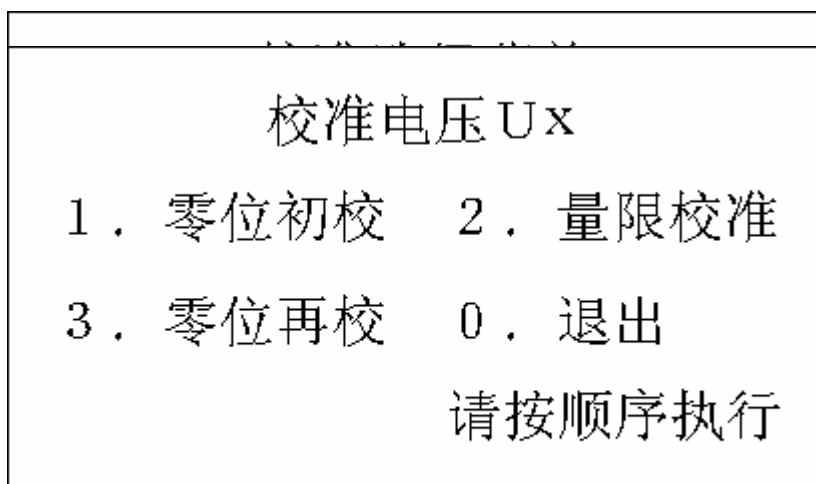
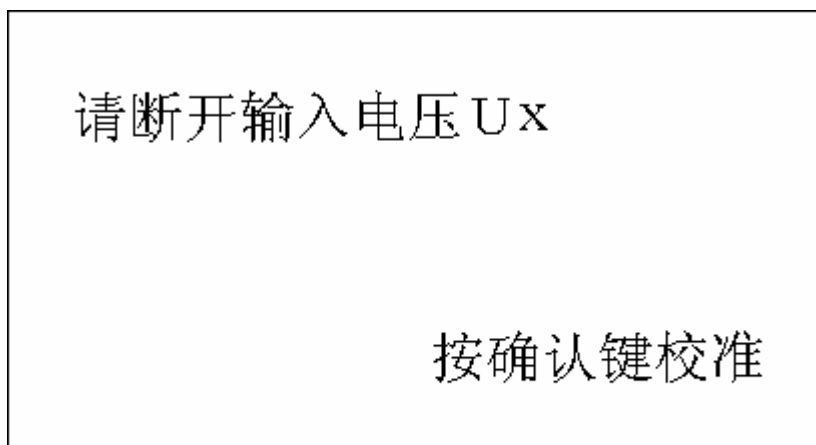

图16 〔校准电压Ux〕
图17 〔请断开输入电压Ux〕界面
在图15〔校准选择菜单〕上，按数字键〔1〕、〔4〕、〔7〕，分别选择校准电压 U1、U2、或 U3，这时屏幕上显示〔校准电压 Ux〕子菜单，见图16。图中 x 的值取决于校准选择操作。校准电压 U1 时，x 显示 1；校准电压 U2 时，x 显示 2；校准电压 U3 时，x 显示 3。
在图16〔校准电压 Ux〕界面下，按数字键〔1〕，进行电压通道零位初校。屏幕显示〔请断开输入电压 Ux〕界面，如图17所示。这时，必须断开当前校准通道的输入电压，按〔OK〕键进行零位初校。
在图 16 [校准电压 U_x] 界面下，按数字键 (2)，进行电压通道量限校准。屏幕显示 [请输入标准电压 U_x] 界面，如图 18 所示。
在图 16 [校准电压 U_x] 界面下，按数字键 (3)，进行电压通道零位再校。屏幕显示 [请断开输入电压 U_x] 界面，参见图 17 所示。
在上述校准电压过程中，必须按照图 16 [校准电压 U_x] 子菜单上的顺序依次参照屏幕上的提示信息进行操作，校准完毕后按数字键 (0)，退出校准电压程序。